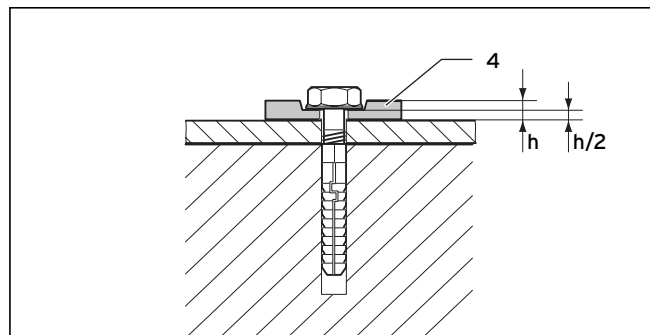

Рис. 5.33 Крепление гибкими подкладными шайбами
- Закрепите основание оголовка шахты (2) четырьмя винтами на краю устья.
Обязательно используйте четыре гибких подкладных шайбы (4), чтобы можно было сбалансировать расширение материала. Спрессуйте подкладные шайбы на 50%, см. рис. 5.33.